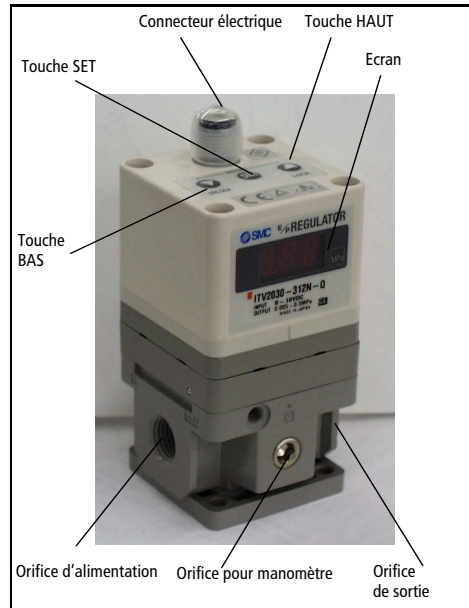

Fig 1
- Pour régler la pression mini (L'écran affiche F-1), utilisez les touches Haut/Bas (Fig 1). Pressez la touche SET (Fig 1) pour valider le réglage.
- Pour régler la pression maxi (L'écran affiche F-2 Fig 1), utilisez les touches Haut/Bas (Fig 1). Pressez la touche SET (Fig 1) pour valider le réglage.
- Pour régler la sortie 1 (L'écran affiche P 1), utilisez les touches Haut/Bas (Fig 1). Pressez la touche SET (Fig 1) pour valider le réglage.
- Pour régler la sortie 2 (L'écran affiche P-2), utilisez les touches Haut/Bas (Fig 1). Pressez la touche SET (Fig 1) pour valider le réglage.
Les touches sont bloquées après avoir connecté la source de courant, et ne peuvent pas être utilisées. L'écran affiche 'Loc' (Fig 1) en pressant les touches.
- 1) Pressez 'Bas' (Fig 1) durant plus de 2 secondes.
- 3) Pressez la touche 'set' (Fig 1) pour débloquent les touches.
- 1) Pressez 'Haut' (Fig 1) durant plus de 2 secondes.
- 3) Pressez la touche 'set' (Fig 1) pour bloquer les touches.
Note: Pour annuler, pressez la touche 'Haut' (Fig 1).
Si une anomalie est détectée par l'ITV2000, l'écran (Fig 1) affiche 'Er' + un numéro de code. Isolez l'alimentation, résolvez le problème et remettez sous tension.
Pressez les touches Bas et Haut (Fig 1) ensemble durant plus de 3 secondes.